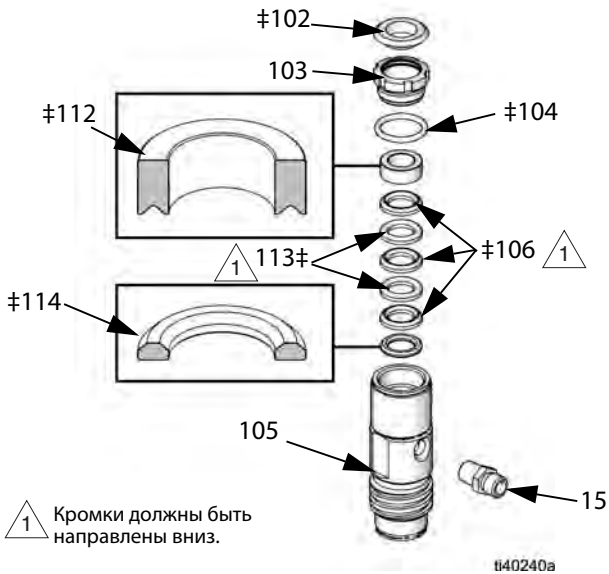

Рис. 9: V-образные уплотнения горловины
Модели с V-образными уплотнениями: Рис. 9
- Поочередно установите v-образные уплотнения. Начните с СВМПЭ синего цвета (106#), затем чередуя с кожаным (113#). См. Рис. 9.